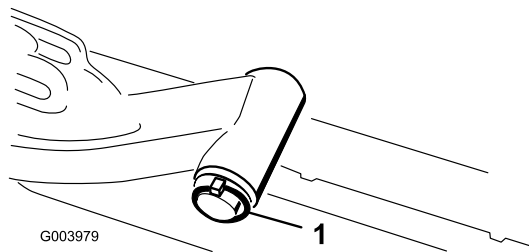

Figura 9
A. Togliete l'acciarino e la rondella che fissano l'albero di articolazione al braccio di sollevamento, ed estraete l'albero dal braccio di sollevamento (Figura 9).
C. Inserite l'albero del braccio di sollevamento nel braccio di sollevamento, e fissatelo con la rondella e l'acciarino (Figura 9).